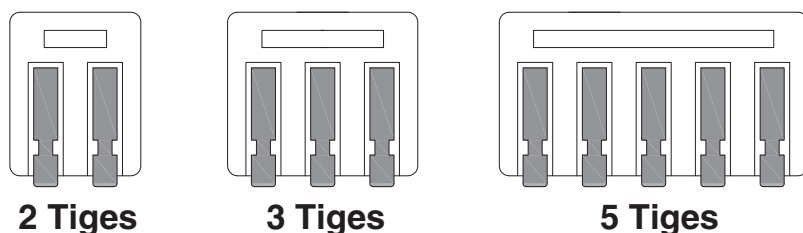

FIG. 22
2. Tous les câbles dans le luminaire utilisent un connecteur WAGO à 5, 3 et 2 tiges (Voir la **FIG. 22**). Au cas où il faut enlever ou remplacer un composant dans le compartiment du pilote, veuillez garder le connecteur WAGO pour une utilisation ultérieure.